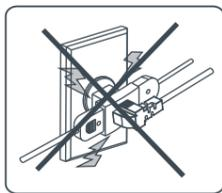

Fig. 05
- ▶ Nunca conecte-o através de extensões elétricas, adaptadores ou T com outro(s) eletrodoméstico(s) (fig.05), pois este tipo de ligação pode provocar sobrecarga na rede elétrica, prejudicando o funcionamento do mesmo e resultando em acidentes com fogo. Use uma tomada exclusiva de três pinos aterrada.